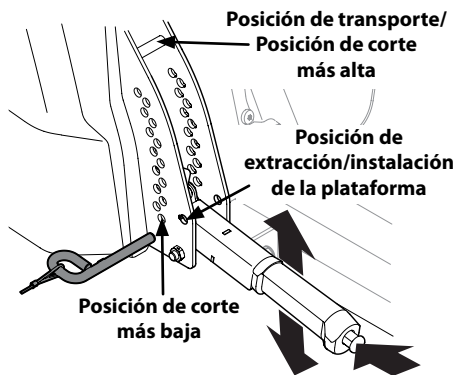

Figura 4-11
- Usando la manija de elevación de la plataforma, levante la plataforma a la posición que le ofrece mayor recorrido horizontal de la correa entre las poleas locas de la plataforma y la polea de la PTO en la base del motor. Vea la Figura 4-11.
- Baje la plataforma hasta la posición de extracción/instalación usando la manija de elevación de la plataforma. Vea la Figura 4-11.
1. Coloque la manija de elevación de la plataforma en la posición de corte más elevada. Vea la Figura 4-11.